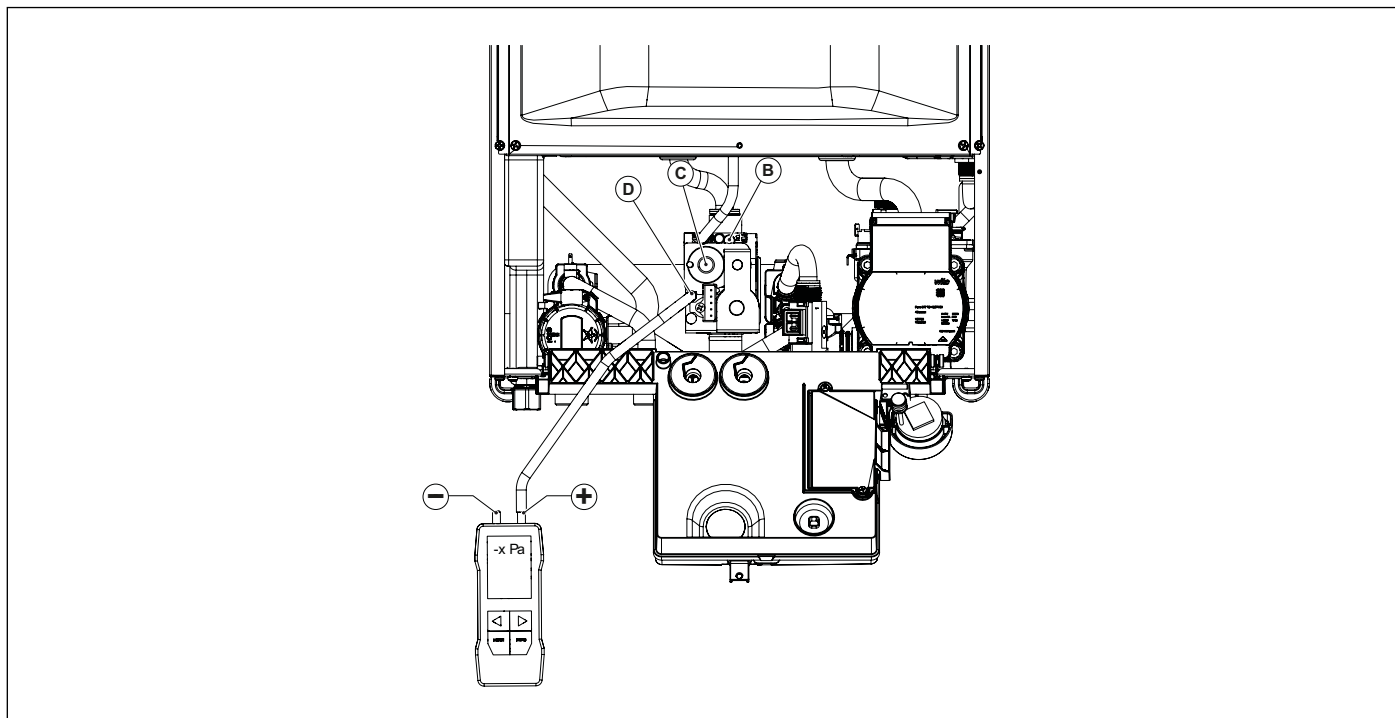

Fig. 27 Reglarea presiunii de offset
- Deschideți șurubul robinetului de presiune de offset **D** și conectați-l la intrarea pozitivă (\*) a manometrului de presiune diferențială (a se vedea Fig. 27 Reglarea presiunii de offset).